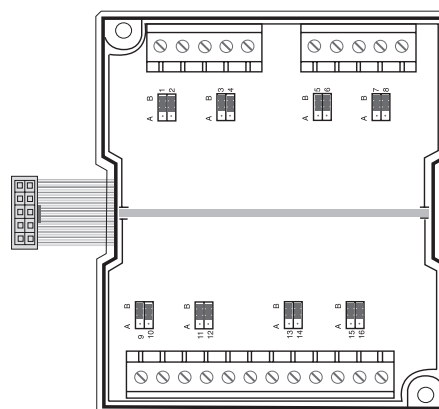

Рис. 41
4. Переключки показаны справа (рис. 41). Измените установки переключателей в соответствии с таблицей 8.